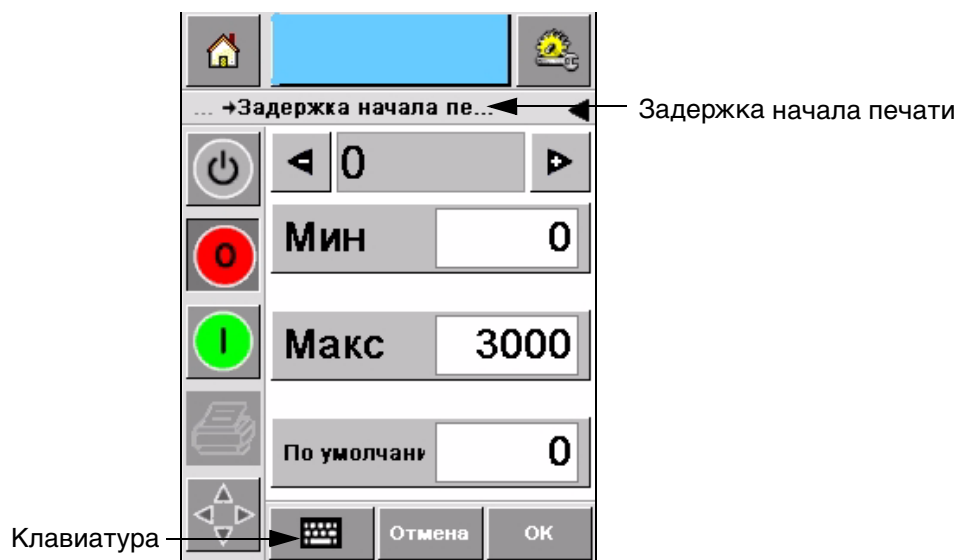

Рисунок 5-15: Задержка начала печати
- 2 Нажмите "Задержка начала печати". Введите новое положение печати (в миллиметрах) при помощи клавиатуры (Рисунок 5-15 на странице 5-12).